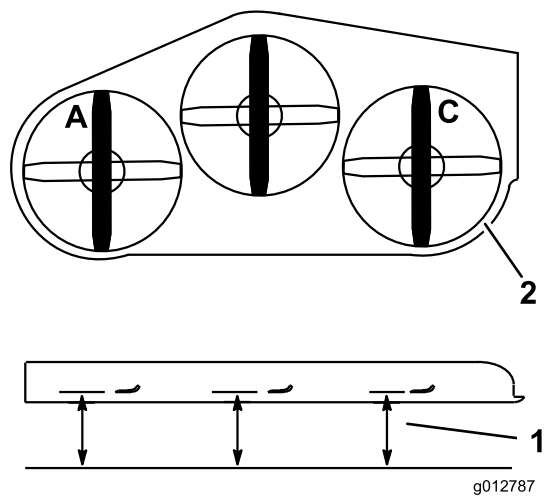

Figure 84
- Tournez la lame gauche dans le sens longitudinal (Figure 84).
- Mesurez et notez la distance au point **A** entre la surface plane et le tranchant de la pointe de la lame gauche (Figure 84).
- Tournez la lame droite dans le sens longitudinal (Figure 84).
- Mesurez et notez la distance au point **C** entre la surface plane et le tranchant de la pointe de la lame droite (Figure 84).
2. Tournez la lame gauche dans le sens longitudinal (Figure 84).
3. Mesurez et notez la distance au point **A** entre la surface plane et le tranchant de la pointe de la lame gauche (Figure 84).
4. Tournez la lame droite dans le sens longitudinal (Figure 84).
5. Mesurez et notez la distance au point **C** entre la surface plane et le tranchant de la pointe de la lame droite (Figure 84).